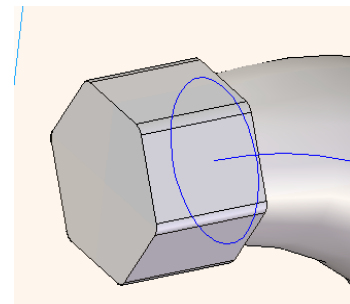

Fig. 8.41 Protruziune tip hexagon
- g) Folosind comanda **Round**, rotunjim colțurile hexagonului cu 2 mm. (Fig. 8.41)